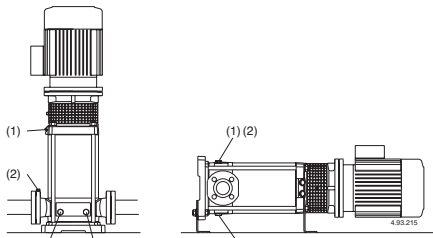

Abb. 4 (1) Auffüllung und Entlüftung:
Bei Installation **der Pumpe über dem Wasserspiegel** (Saugbetrieb, **Abb. 3A**) oder mit zur Öffnung des Rückschlagventils ungenügender Zulaufhöhe (weniger als 1 m) sind Saugleitung und Pumpe durch den Entlüftungsanschluß (1) zu füllen (**Abb. 4**). Zur Vereinfachung der Auffüllung wird ein Gummirohr (oder ein Rohrkrümmer) und ein Trichter verwendet.
(2) Entlüftung Saugleitung
(3) Entleerung
Wenn der **Wasserspiegel auf der Saugseite oberhalb der Pumpe** ist (Zulaufbetrieb, **Abb. 3B**) Absperrschieber in der Zulaufleitung langsam und vollständig öffnen um die Pumpe zu füllen. Dabei Schieber in der Druckleitung und die Entlüftungsöffnungen (1) (2) (**Abb. 4**) öffnen, damit die Luft entweichen kann.
**Während dem Befüllen sind die Entlüftungsöffnungen (1) (2) nur dann offen zu lassen, wenn die austretende Flüssigkeit keine Gesundheitsgefährdung darstellt.**
Entlüftungsöffnungen (1) (2) schließen (**Abb. 4**). Bei MXV-B, MXV(L) 25-32-40 und MXV(L)4 25-32-40, die Nadelschraube (14.17) in der Entleerungs-Verschlußschraube (14.12) (**Abb. 4b**) anziehen und die Entlüftungsbohrung (14.04) schließen. Die Pumpe mit geschlossenem Druckleitungs-Absperrschieber und mit vollständig geöffnetem Zulauf- bzw. Saugleitungs-Absperrschieber starten. Sofort danach langsam den Druckleitungs-Schieber öffnen und den Betriebspunkt innerhalb der auf dem Typenschild angegebenen Grenzwerte einstellen.
Tritt ein Verlust der Wasserförderung (Unterbrechung des Förderflusses trotz offenen Absperrschiebern) bzw. eine vom Druckmaßgerät angezeigte Druckschwankung auf, ist die Entlüftung der Saugseite (2) zu wiederholen, sind die Anschlüsse der Saugleitung auf Dichtheit zu überprüfen und sind der Entlüftungs-(2) und die Entleerungs-Verschlußschrauben (3) auf der Saugseite anzuziehen (**Abb. 4**).
Die Pumpe sollte wie im Fall von zeitweiser Förderung von verschmutzten Flüssigkeiten im Anschluß kurz mit sauberem Wasser durchgespült werden, um Ablagerungen zu beseitigen. Oder es ist nach der Entleerung eine Wäsche vorzunehmen, indem sauberes Wasser (wenigstens 40 Liter) in die Auffüllöffnung (1) Druckseite gegeben wird und aus der Entleerungsöffnung (3) Saugseite austritt (**Abb. 4**).
Vor Demontage, Stromverbindung trennen, Absperrventile auf der Saug- und druckseite schließen und das Pumpengehäuse entleeren (fig. 4).